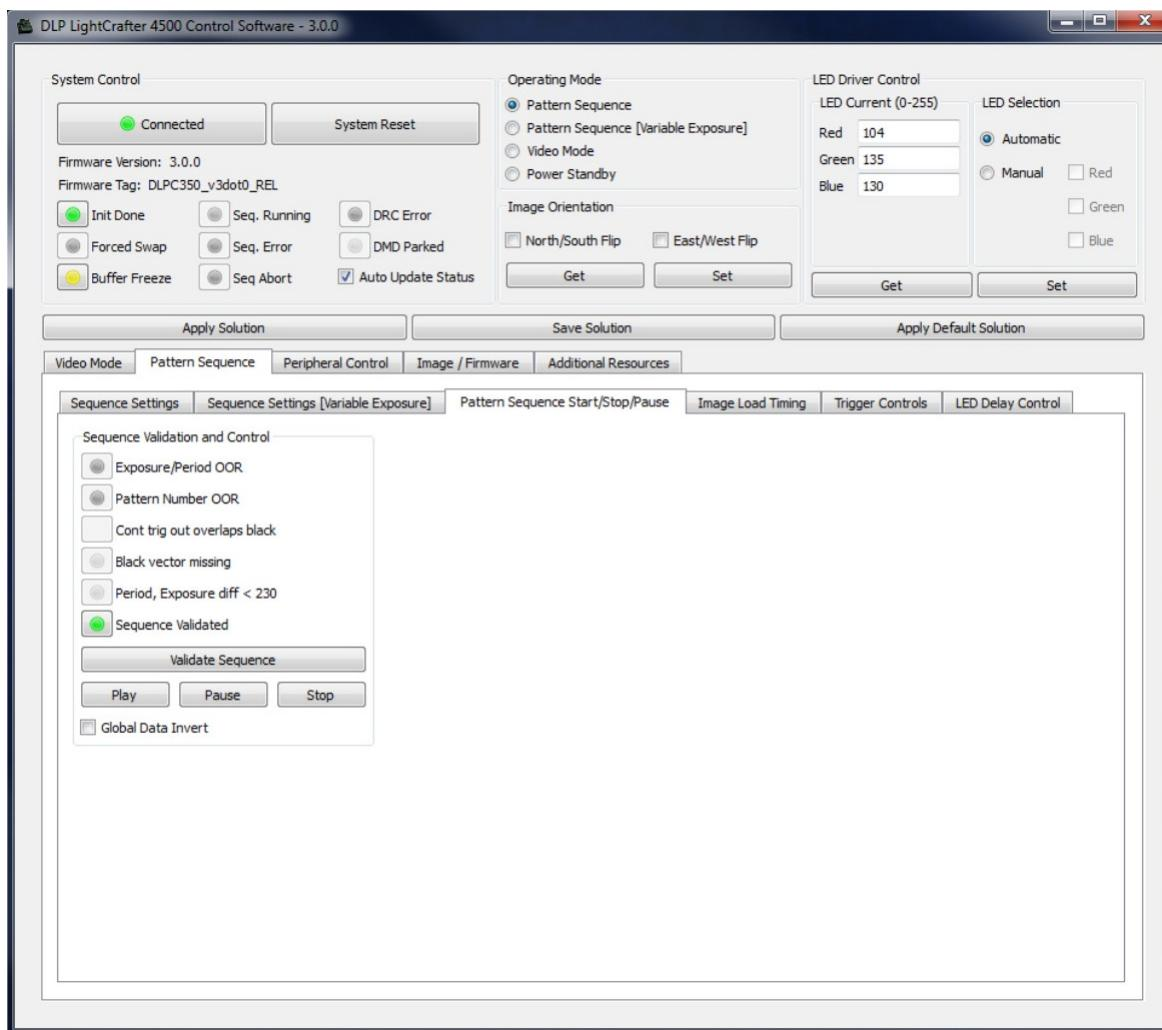

图 3.6 Pattern 序列模式：开始、暂停、停止
5. 单击发送将使 GUI 跳转到模式序列开始/停止/暂停子选项卡，如图 3-6 所示。单击 Validate Sequence 按钮执行数据验证并更新此选项卡中的数据验证状态指示器。如果数据验证成功，则将图案序列下载到 DLP LightCrafter 4500 并等待按下播放按钮以开始显示图案序列。如果发生数据验证问题，则会在“数据验证”部分突出显示相应的状态指示器